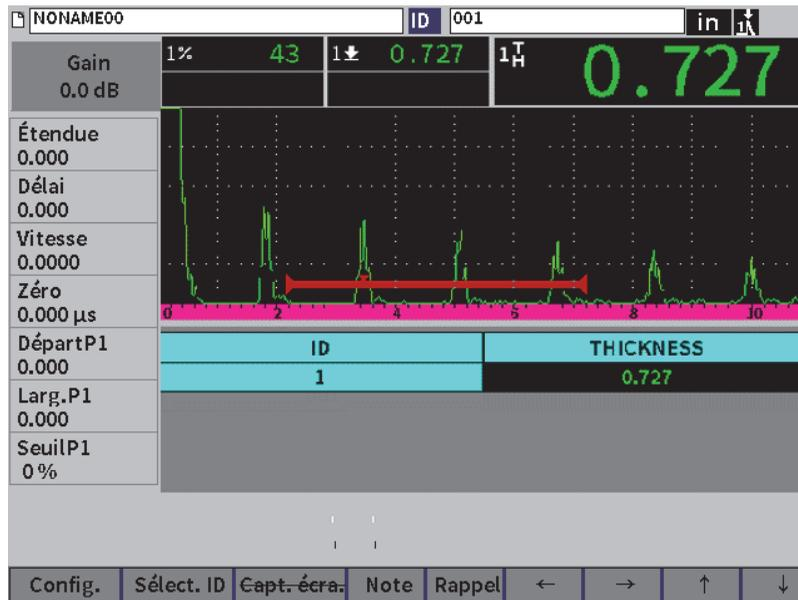

Figure 9-27 Commandes de la grille dans un fichier enregistré
5. Appuyez sur la touche de tabulation pour vous déplacer sur le bouton **Sélect. ID** et pour choisir l'identificateur que vous voulez afficher (voir Figure 9-27 à la page 159).